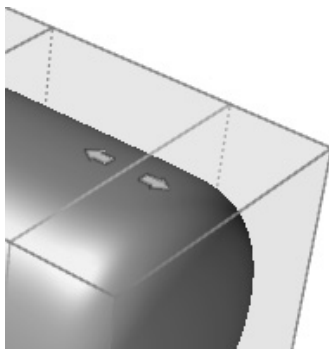

图 15-45
- 4) 单击现有箱体的边，创建垂直于该边的循环，会在所单击的点上创建一个循环，如图 15-45 所示。